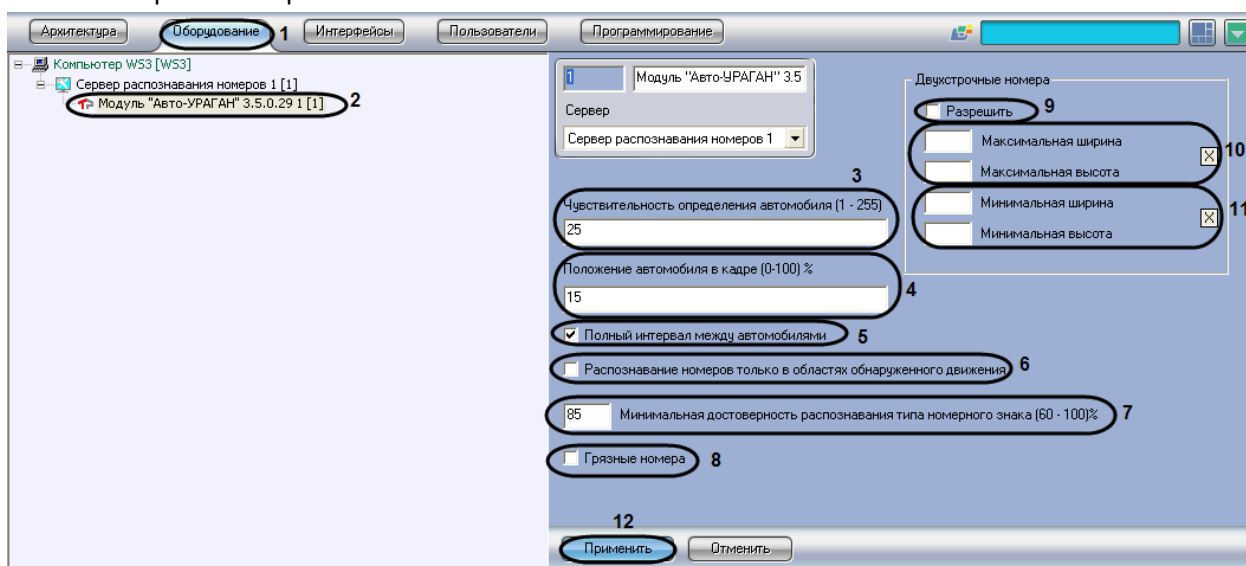

Рис. 7.2—3. Настройка программного модуля «Авто-УРАГАН 3.5.0.29»
3.5.0.29» (Рис. 7.2—3, 2). В правой части вкладки «Оборудование» отобразится панель настройки выбранного объекта.
3. В поле «Чувствительность определения автомобиля (1-255)» ввести значение чувствительности, которая характеризует чувствительность детектора движения к контрастности видеоизображения (см. Рис. 7.2—3,3). При распознавании модуль "Авто-УРАГАН 3.5.0.29" определяет также габариты ТС. Чем ниже значение параметра, тем чувствительнее детектор. Значение параметра «Чувствительность определения автомобиля» подбирается путем тестирования детектора на ложные срабатывания.
4. В поле «Положение автомобиля в кадре (0-100) %» ввести значение в процентах, отражающее положение автомобиля в выдаваемом кадре (см. Рис. 7.2—3, 4). Данная настройка актуальна только для автомобилей, номера которых не были определены. Если номер не был распознан, модуль выдает в качестве результата кадр, находящийся на заданном расстоянии от кадра с первым появлением автомобиля.